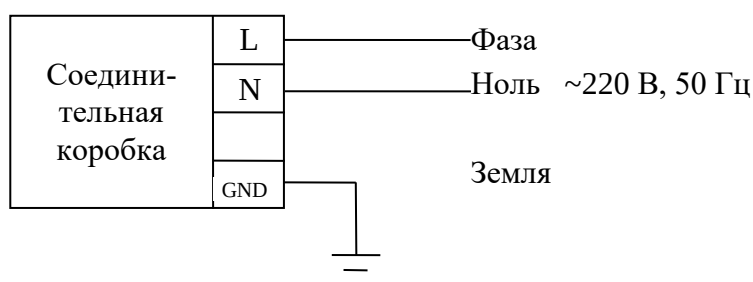

Рисунок 33 Схема подключения электрообогрева УПБ
5.2.6 Схема подключения силовой цепи питания приведена на рис. 33.